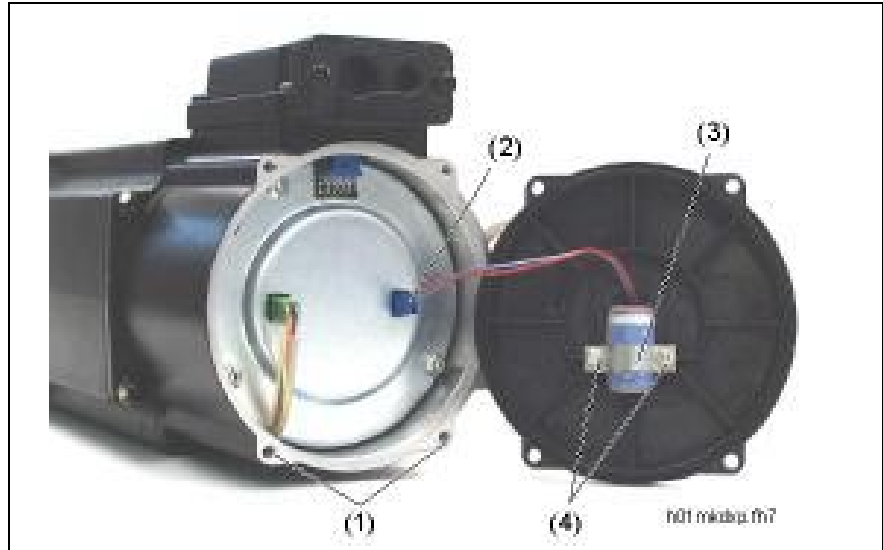

Fig. 14-1: Substituição da bateria
- ⇒ Desapertar e tirar os parafusos Torx (1) com uma chave de 10 (ver Fig. 14-1).
- ⇒ Desconectar o conector da bateria (2).
- ⇒ Desparafusar os parafusos (4) do dispositivo de bloqueio (3) da bateria e removê-la.